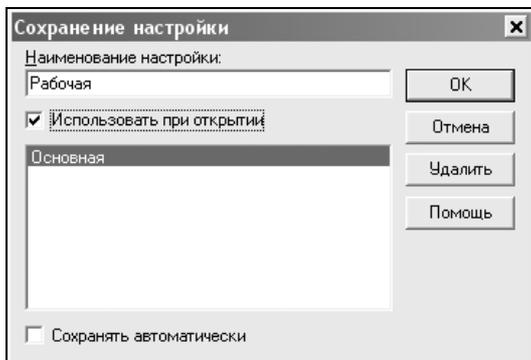

Рис. 7.3. Диалог сохранения варианта настройки отчета
- ◆ Кнопка  — **Сохранить настройку**. Нажатие этой кнопки вызывает диалог сохранения варианта настройки (рис. 7.3).